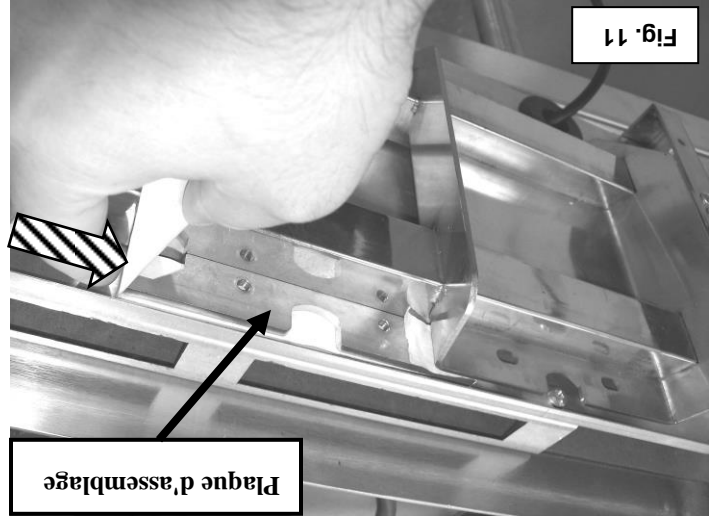

Fig. 11
12. Collez du ruban masqué sur la plaque d'assemblage, et glissez celle-ci en position entre le panneau arrière du grill et le haut du point d'assemblage sélectionné de la plaque, tel qu'illustré à qu'illustré à la Fig. 11.